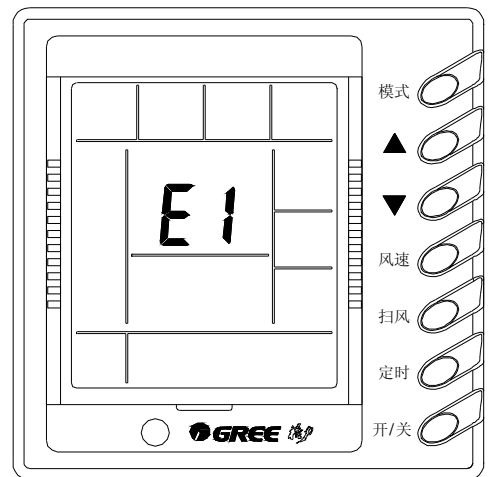

图9
8) 故障显示 (图 9)
▼ 当系统运行中出现故障，环境温度显示区将显示故障代码。如图 9 显示表明压缩机高压保护。